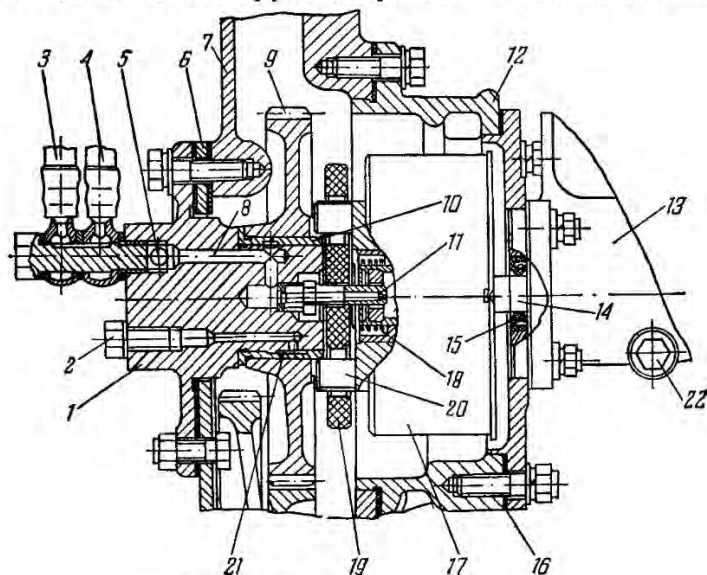

Рис. 42. Привод топливного насоса:
Привод насоса (рис. 42) осуществляется от шестерни 9, которая находится в зацеплении с шестерней, закреплен-
Когда снимается топливный насос, прочищают штуцер 11 (рис. 42) подвода смазки к автоматической муфте изменения угла опережения впрыска топлива. Штуцер прочищают проволокой диаметром 1—1,5 мм. Перед снятием насоса следует выставить поршень первого цилиндра в положении ВМТ на такте сжатия (см. «Регулировка зазоров
2. Установить текстолитовую шайбу на кулачки шестерни привода, проверив наличие пружины 18 (рис. 42).